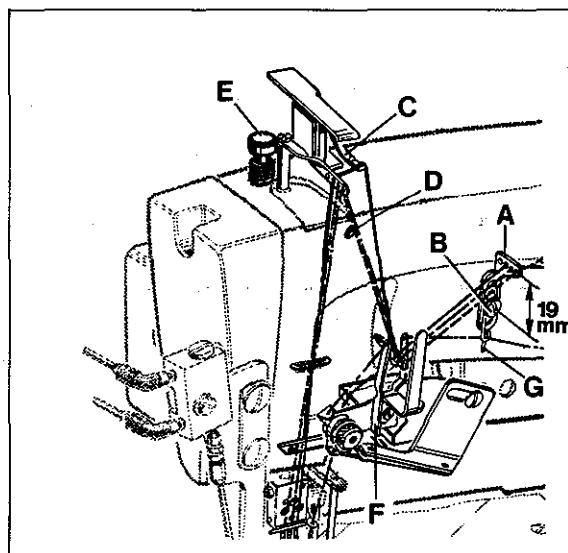

Fig.6
Set the frame eyelet (A, Fig. 6) 19 mm (3/4 in.) above the center of mounting screw (B). Lower it for more needle thread, raise it for less needle thread in the stitch.
Set the height of top cover thread pull-off eyelet (F, Fig. 6) to have pulled-off just sufficient thread for an exact stitch formation. Raise the pull-off eyelet for a looser top cover thread and lower it for a tighter top cover thread.
Set eyelet (G, Fig. 6) so that the top cover thread forms a horizontal straight line between eyelet (G) and pull-off eyelet (F).
The pressure on the presser foot should be just as strong as to feed the fabric to be sewn uniformly. The pressure exerted by the presser spring should be slightly stronger than the pressure exerted by the spring(s) for the presser foot yielding section(s). The regulator (E, Fig. 6) is located left on the top of the machine arm. Turning it clockwise increases the pressure, turning counterclockwise acts the reverse.
Stellen Sie die Fädenführung am Gehäuse (A, Fig. 6) 19 mm hoch zur Mitte der Befestigungsschraube (B) ein. Tieferstellen ergibt mehr, höherstellen weniger Nadelfaden in der Naht.
Stellen Sie die Oberlegfaden-Abzugsführung (F, Fig. 6) in der Höhe so ein, daß gerade soviel Faden abgezogen wird, wie zur Bildung einer exakten Naht benötigt wird. Höherstellen der Abzugsführung ergibt einen loseren und tieferstellen einen straffer angezogenen Oberlegfaden.
Montieren Sie die Führung (G, Fig. 6) am Gehäuse so, daß der Oberlegfaden zwischen Führung (G) und Abzugsführung (F) eine waagerechte, gerade Linie bildet.
Die Stellschraube (E, Fig. 6) befindet sich links oben auf dem Maschinenarm. Drehen im Uhrzeigersinn verstärkt den Druck, drehen im Gegenuhrzeigersinn verringert ihn.